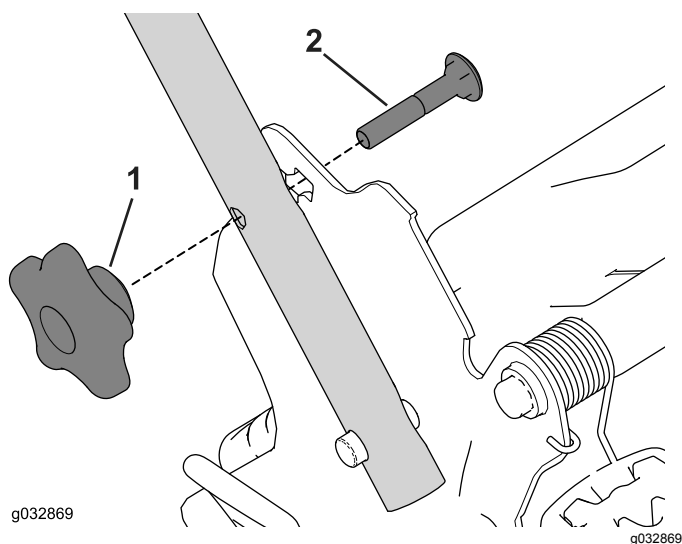

Figure 24
1. Retirez les 2 boutons de guidon et les 2 boulons de carrosserie des supports du guidon (Figure 24) et conservez-les.